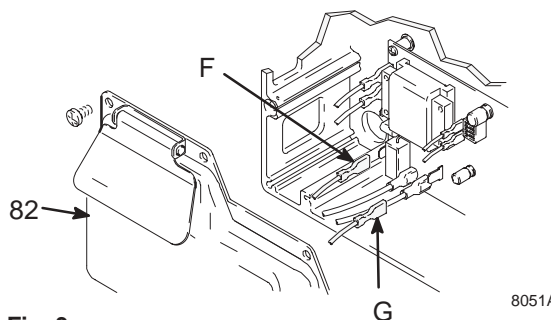

Fig. 3
2. Fig. 3. Ta dekslet (82) av trykkreguleringen. Koble fra motorledningene (F) og (G).